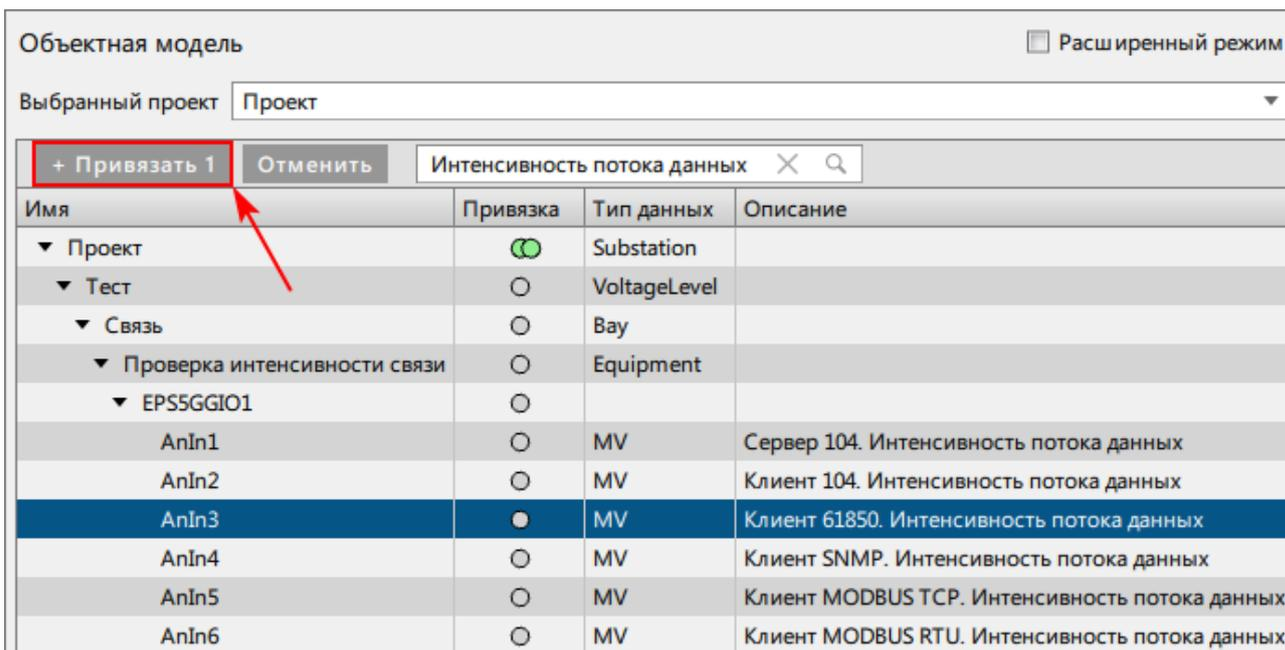

Рисунок 247 - Привязать
4. Нажмите **+ Привязать 1** (Рисунок 247).